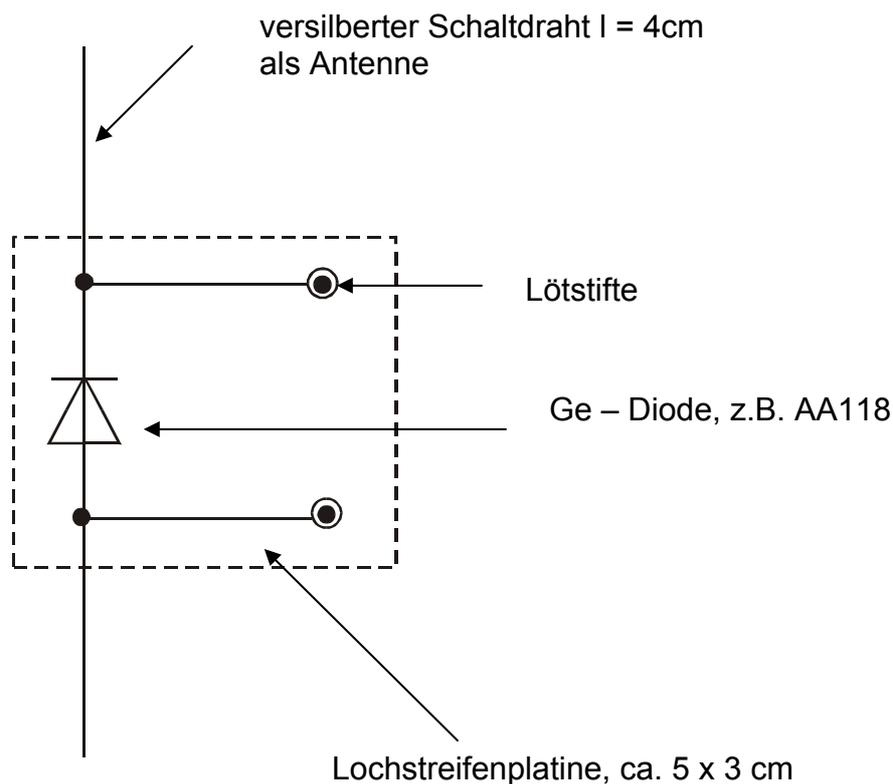

Abbildung 1
1. Brandschutzpapier mit dem Cuttermesser zurechtschneiden und auf die Holzplatte kleben. Mit Bleistift die Positionen für die 28 Nägel auf dem Brandschutzpapier markieren und mit einem Vorstecher korknieten. Es werden 4 Reihen mit 7 Nägeln benötigt: Abstand der Nägel 15mm, Abstand der Reihen 30mm. (Abbildung 1)
Die Diode wird zwischen zwei Leiterbahnen einer Lochstreifenplatine gelötet. Mit versilbertem Schaltdraht ($d = 1\text{mm}$) lötet man zwei ca. 4cm lange Drahtstücke auf die Leiterbahnen, die man wie einen Dipol ausrichtet. In das Ende der Leiterbahnen presst man jeweils einen Lötstift. (Abb. 1)